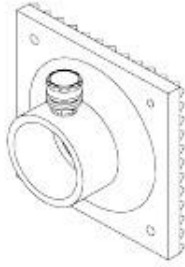

Abb. 1-8. Starrer Kopf
e. Starrer Kopf. Der starre Kopf (Abb. 1-8) ist ein 6" (15,2 cm) großes Quadrat mit rutschfest gerillter Oberfläche, an dem ein 3" (7,6 cm) Standardkopf montiert ist. Der starre Kopf bietet höhere Stabilität als der 3" (7,6 cm) Standardkopf und funktioniert gut an festen Oberflächen.